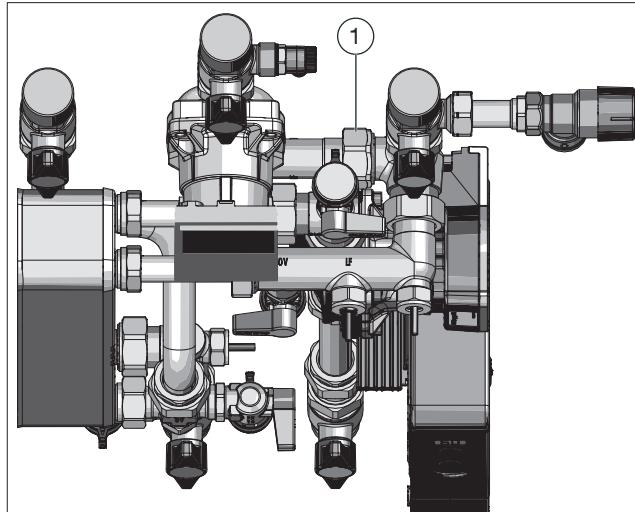
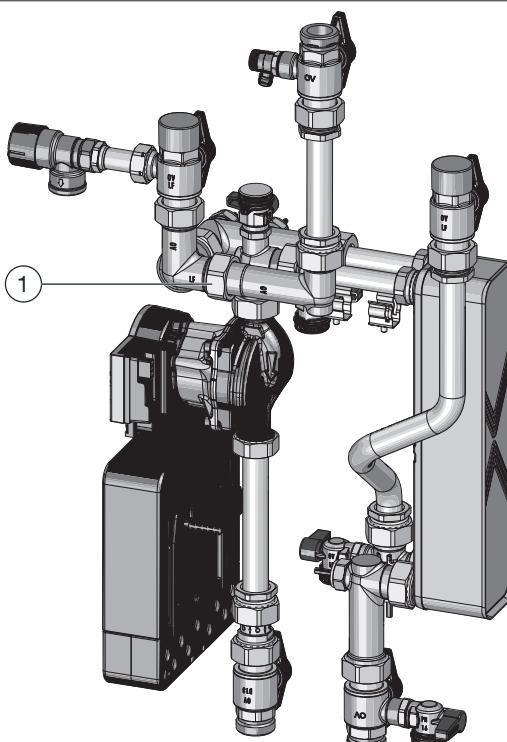

Fig. 6: Station d'eau chaude sanitaire avec jeu de bouclage d'E.C.S. avec circulateur à haut rendement
Fig. 9: Vue d'arrière station d'eau chaude sanitaire avec jeu de bouclage d'E.C.S. sans circulateur à haut rendement
7. Visser le jeu de bouclage d'E.C.S. avec son joint sur la station (voir Fig. 6 à Fig. 9).